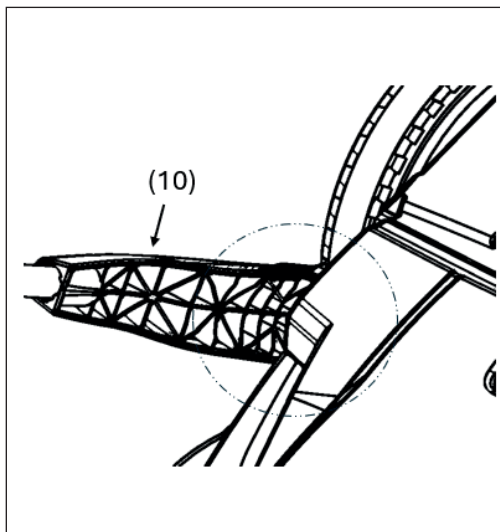

Fig. 9: Desmontar o varão de empurrar
1. Coloque a barra de empurrar em posição de modo a que a barra no encaixe do punho (10) fique alinhada com o bordo da cobertura (Fig. 9). Nesta posição, a lingueta no encaixe do punho está alinhada com a ranhura na estrutura e o encaixe do punho pode ser removido com uma pequena pressão para fora.